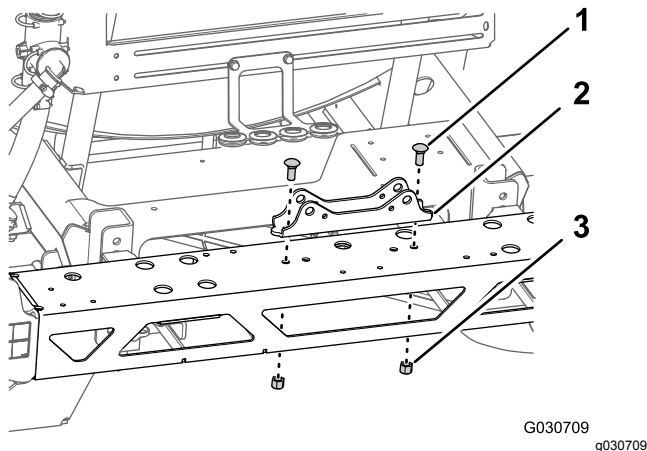

図 80
3. シリンダマウントをセンターブームに固定しているキャリッジボルト1/2 x 1-1/4"2本とフランジロックナット1/2"を外して、マウントを取り外す 図 80。